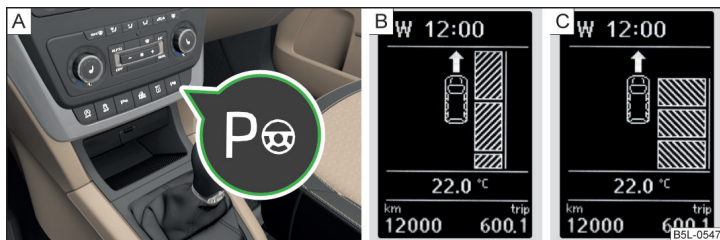

Fig. 139 Tecla de sistema / indicador de pantalla
- El proceso de aparcamiento se puede finalizar presionando la tecla **P** » fig. 139 de la pág. 125 o mediante la dirección.
El sistema se puede activar/desactivar presionando la tecla **P** » fig. 139 de la pág. 125 - A.
- Pulsar **una vez** la tecla **P** » fig. 139 - **A**.
- Pulsar **dos veces** la tecla **P** » fig. 139 - **A**.
- Pulsar la tecla de símbolo  » *fig. 139 de la pág. 125.*